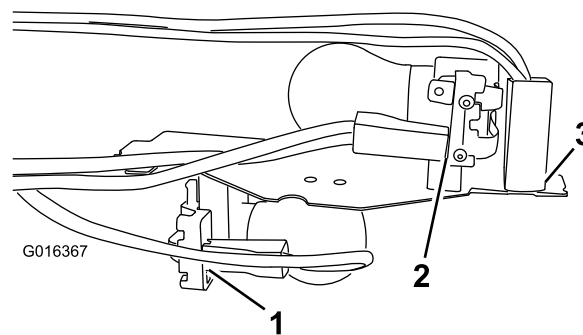

Figura 18
1. Collegate il filo verde/bianco alla lampadina dell'indicatore di direzione (Figura 18).
2. Collegate il filo nero alla massa e piegate la linguetta a 90 gradi come illustrato in Figura 18.
3. Collegate il filo rosso/bianco alla lampadina da 5 W della luce posteriore laterale (Figura 18).